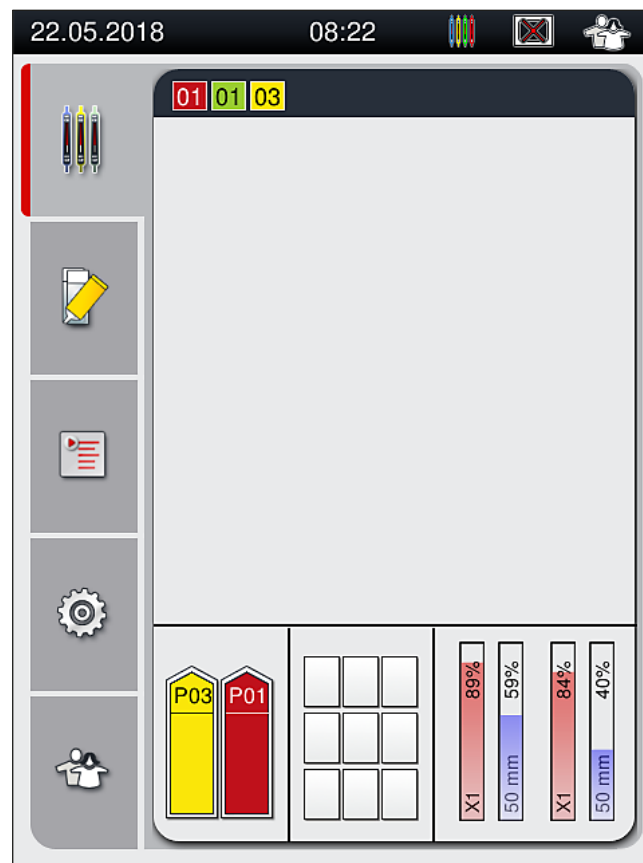

Fig. 73
7. A cor detectada na alça é exibida no monitor do status do processo (→ Fig. 73).